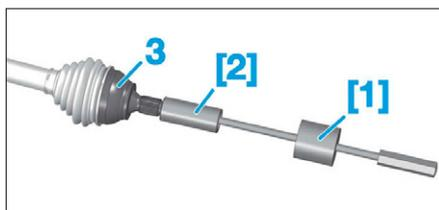

FIG. 8
- Déposer le bol (3) à l'aide des outils [1] et [2] (Fig.8).